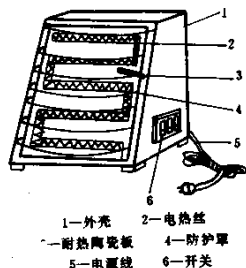

图 2-6-4 直接辐射式空间取暖器结构图
1. 直接辐射式空间电热取暖器:这类取暖器的结构可用图 2-6-4 说明,它主要由电热丝、耐热陶瓷板、防护罩和外壳组成。电热丝采用螺旋状的,功率为 1~4kW。